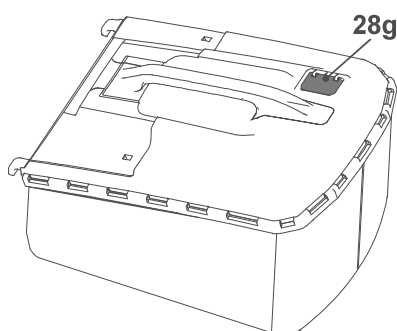

Fig. 16
2. Cuando la trampilla (28g) se cierra, el recogedor de hierba está lleno y debe vaciarse (Fig. 16).